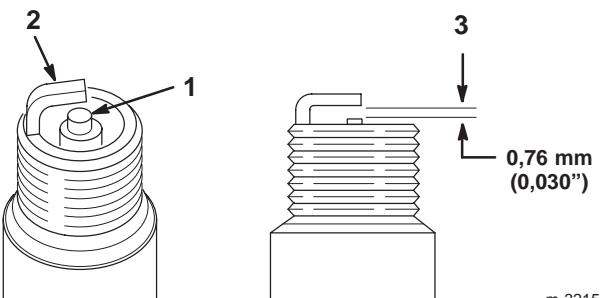

Figure 39
1. Inspectez le centre des bougies (Fig. 39). Si le bec de l'isolateur est recouvert d'un léger dépôt gris ou brun, le moteur fonctionne correctement. S'il est couvert d'un dépôt noir, c'est généralement signe que le filtre à air est encassé.
2. Contrôlez l'écartement entre l'électrode centrale et l'électrode latérale (Fig. 39). Courbez l'électrode latérale (Fig. 39) si l'écartement est incorrect.